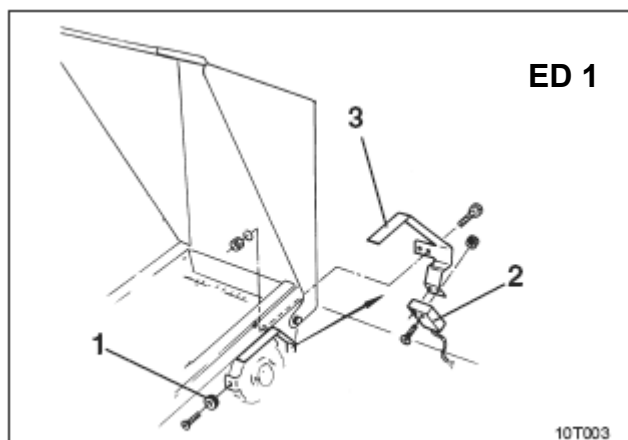
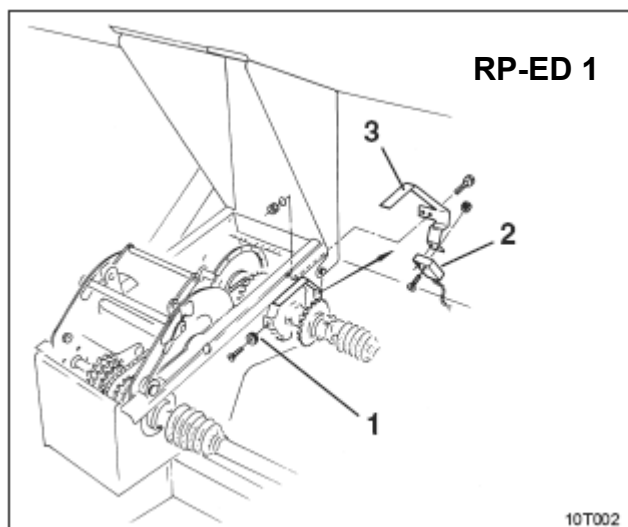

Рис. 9.6
Рис. 9.7
Закрепите датчик и магнит на входе звездочки переключаемого привода **ED 1** (рис. 9.6) или **RP-ED 1** (рис. 9.7):
- ☐ Прикрутите магнит (рис. 9.6/1 или рис. 9.7/1) самонарезающим винтом M4 x 10 к импульсному диску приёмного вала редуктора.
- ☐ Для крепления датчика ослабьте кронштейн счетчика импульсов (рис. 9.6/3 или рис. 9.7/3), а затем снова затяните.
- ☐ Датчик (рис. 9.6/2 или рис. 9.7/2) прикрутите к кронштейну счетчика импульсов (рис. 9.6/3 или рис. 9.7/3).